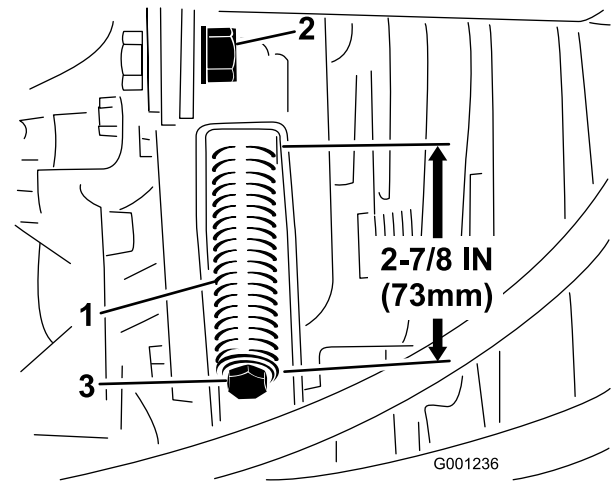

Figura 64
3. Afloje la contratuerca de la varilla tensora (Figura 64).
4. Utilice una llave de 1/2 pulgada para apretar o aflojar el muelle tensor de la correa (Figura 64). Ajuste la longitud del muelle a 73 mm.
4. Utilizando una llave de 1/2 pulgada, afloje completamente el muelle tensor de la correa (Figura 64).
6. Instale la nueva correa de la toma de fuerza y vuelva a tensar el muelle de la polea hasta que tenga una longitud de 73 mm (Figura 64).
7. Apriete la contratuerca (Figura 64) y cierre el capó.